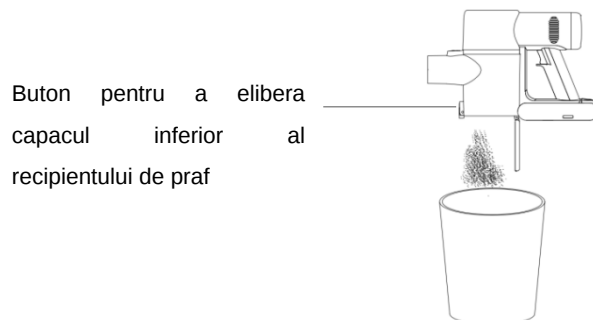

Figura 13
1. Așezați unitatea principală deasupra recipientului și apăsați butonul de eliberare de pe capacul inferior al recipientului de praf pentru a turna praful (Figura 13).